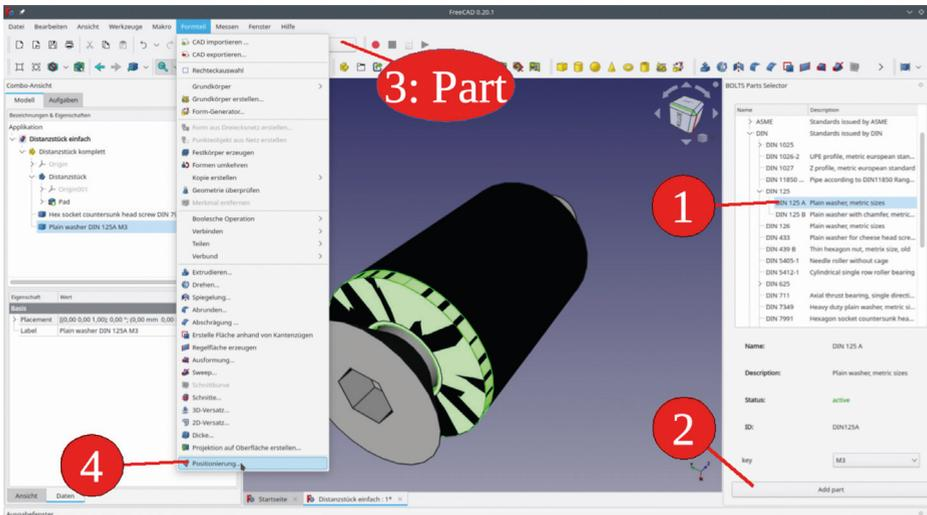

Bild 4-14
8. Man könnte jetzt wieder mit den "Placement"-Parametern dafür sorgen, dass die Unterlegscheibe an der richtigen Stelle erscheint. Besser ist es jedoch, eine Beziehung zwischen dem Distanzstück und der Unterlegscheibe zu bestimmen. Das eröffnet die nützliche Möglichkeit, später nur durch Ändern der Distanzstücklänge Varianten zu erzeugen, bei denen die Unterlegscheibe (und später die Mutter) gleich an der richtigen Stelle erscheinen. Um die Beziehung zu definieren, wechseln wir in die workbench "Part" (Bild 4-14, Ziffer 3).
- In der Baumansicht sollte vom vorigen Schritt "Plain washer DIN12A M3" noch angewählt sein, sonst durch Einfachklick markieren. Aus dem Hauptmenü wählen wir "Formteil | Positionierung" (Bild 4-14, Ziffer 4). Es erscheint ein Aufgabenbereich mit dem Titel "Anhang" (weil wir das Teil mit einer Beziehung "anhängen" wollen).